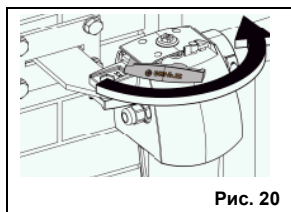

Рис. 20
2. Закрыть отпирающий механизм (рис. 20).